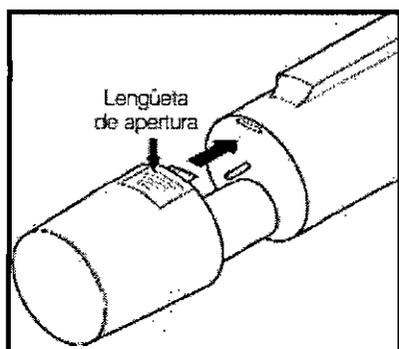

Figura 4. Acoplar el bloque de pilas
3. Acople el bloque de pilas encajándolo en el mango hasta que quede enganchado (vea Figura 4).